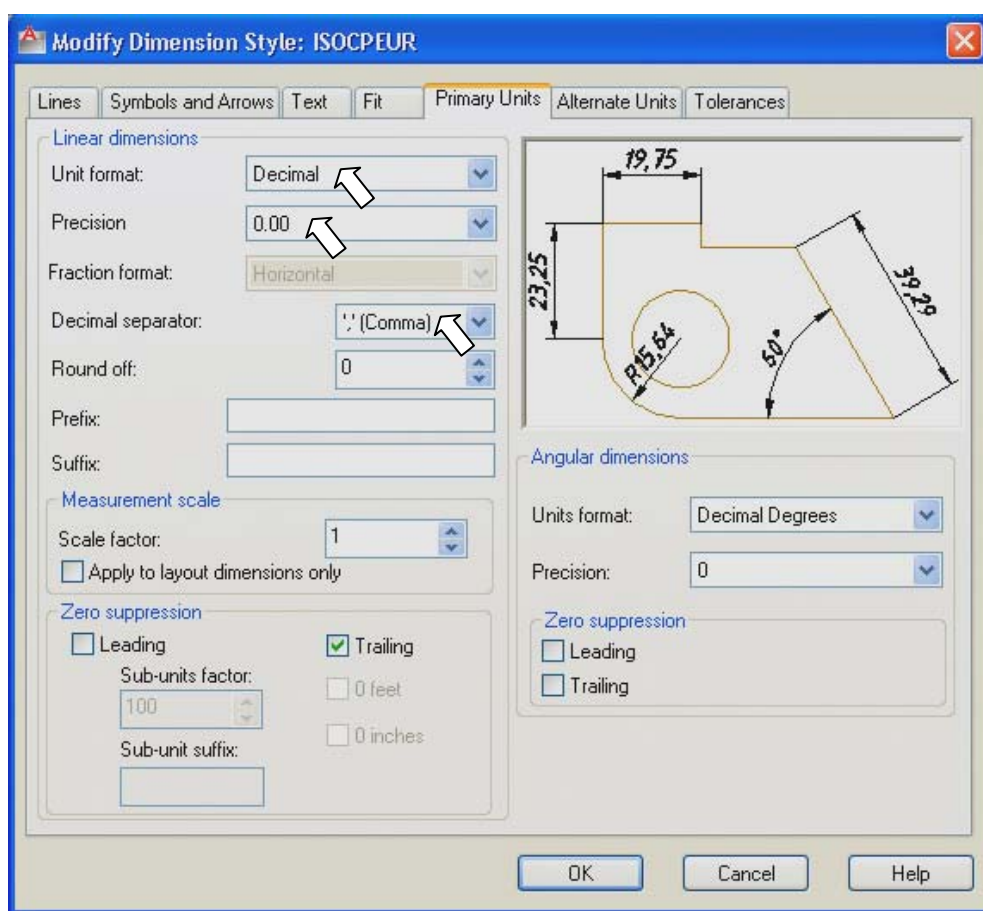

Рис. 3.20 Диалоговое окно **Modify Dimension Style** на вкладке **Primary Units** с установками нового размерного стиля **ISOCPEUR**
5. На вкладке **Primary Units** (Основные единицы) (рис. 3.20) задаются формат, точность основных единиц, а также префиксы и суффиксы размерного текста.